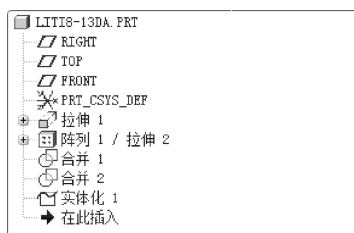

图 8-102 模型树
(12) 此时模型树如图 8-102 所示，各特征都显示在其中，并且表明创建顺序。